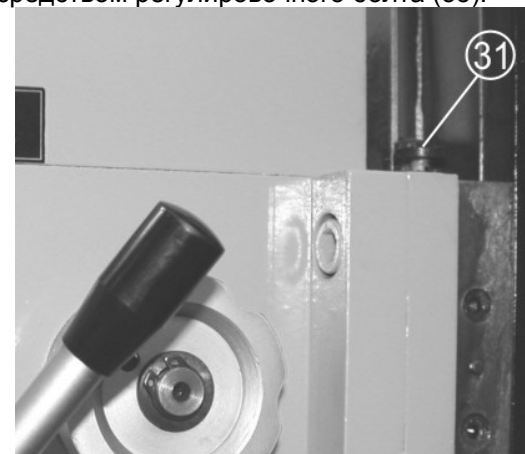

Рис. 5
9.2. Регулировка хода шпиндельной бабки (Рис. 5)